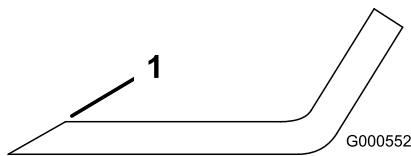

Figura 80
- Utilice una lima para afilar el filo de corte en ambos extremos de la cuchilla (Figura 80).
Nota: Si la cuchilla no está equilibrada, rebaje algo el metal en la parte de la vela solamente con una lima (Figura 80).